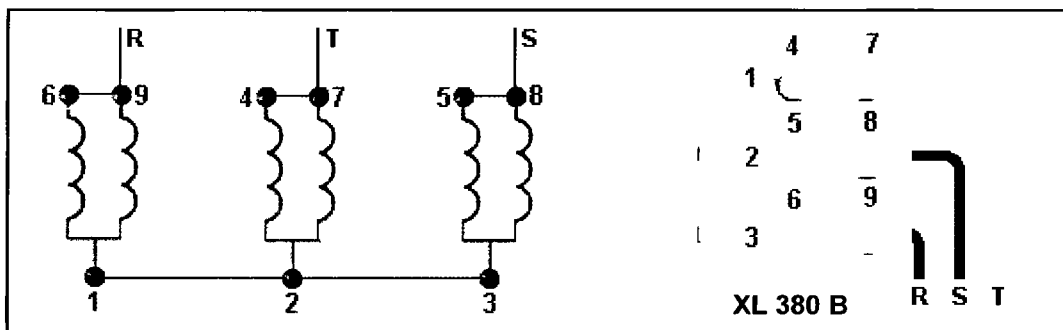

Рис. 64.27.
ЗАПУСК НАПРЯМУЮ (XL) ПРИ 380 В: Соединения клемм, их подключение к сети и схема внутренней коммутации обмоток показаны на рис. 64.27.